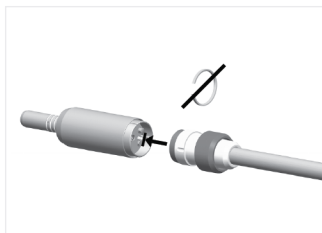

図.2
2. 図2に示すとおり、(分割リングを使わずに) モータ専用ホースに接続します。